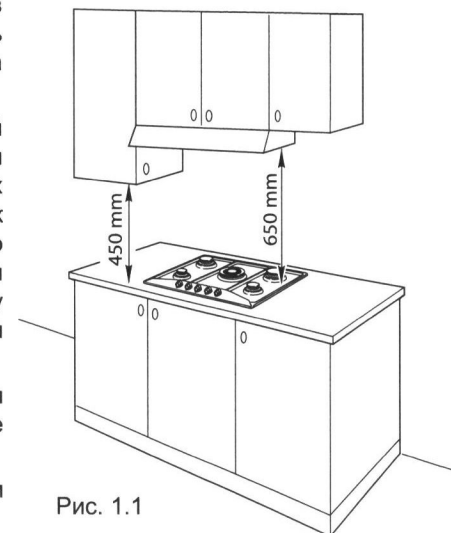

Рис. 1.1
- Расстояние между варочной поверхностью и настенным шкафом или вытяжным колпаком, установленным непосредственно над ней, должно быть не менее 650 мм (рис. 1.1).